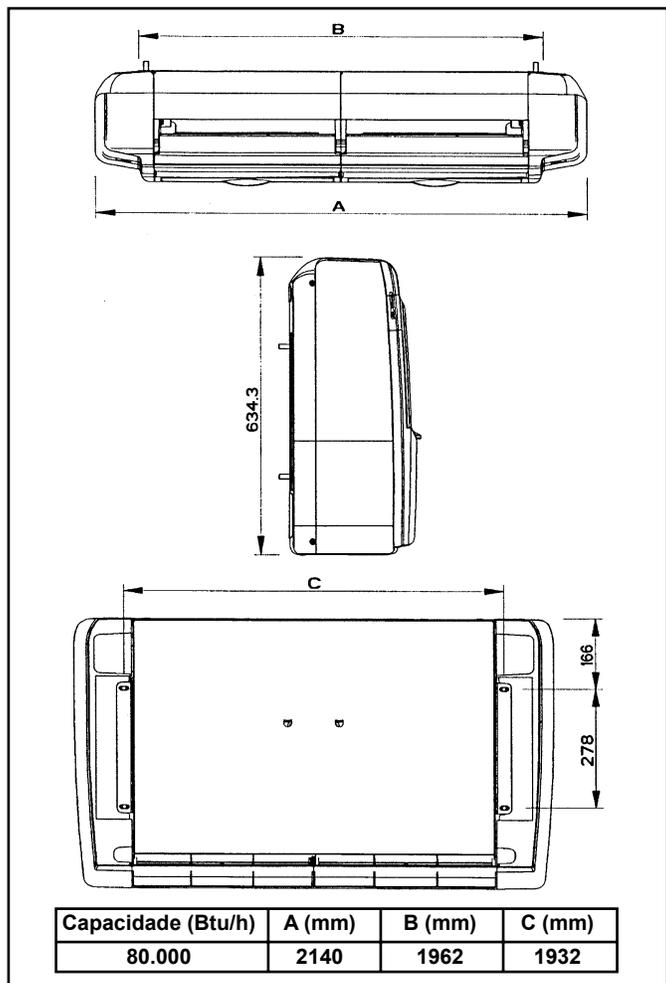

FIGURA 6 - DIMENSÕES PARA INSTALAÇÃO DA UN. EVAPORADORA
- A unidade vem equipada com dois (2) suportes de fixação para montagem suspensa no teto ou fixada à parede próxima. além disso há um suporte para montagem do controle remoto.
- A figura 6 indica a posição dos parafusos de montagem nos suportes de fixação.